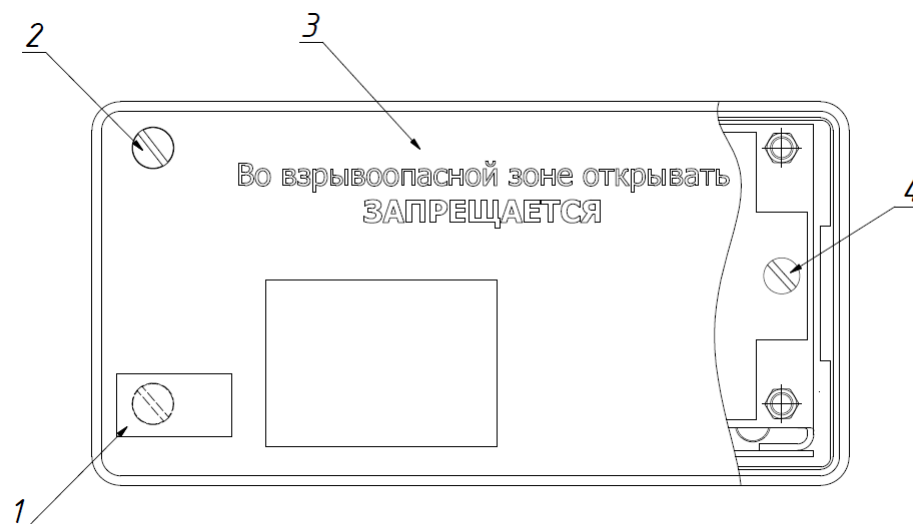

Рис. 4.1. Вид задней панели
- снять наклейку (1) на задней панели (рис. 4.1);
- отвернуть четыре винта (2) и снять заднюю панель;
- установить заднюю панель (19) на место и закрепить её винтами (2) (рис. 4.1), проследить за тем, чтобы кожух вошел в паз задней панели;
- снять наклейку (пломбу) (1) на задней панели (рис. 4.1);
- установить заднюю панель (19) на место и закрепить её винтами (2) (рис. 4.1), проследить за тем, чтобы кожух вошел в паз задней панели.